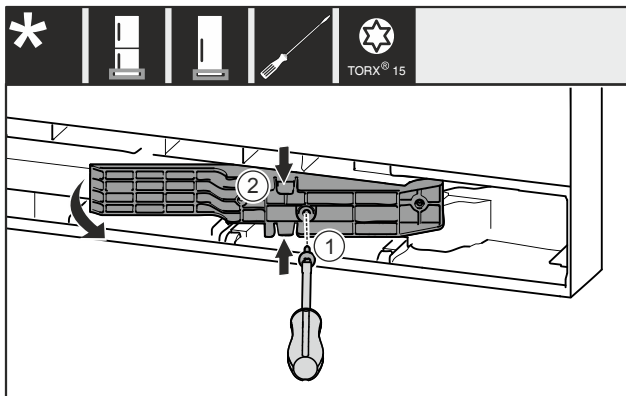

Fig. 19 *
- ▶ Távolítsa el a csavart Fig. 19 (1)*.
- ▶ Finoman nyomja össze az illesztődarabot Fig. 19 (2) alul és felül, és húzza ki.*